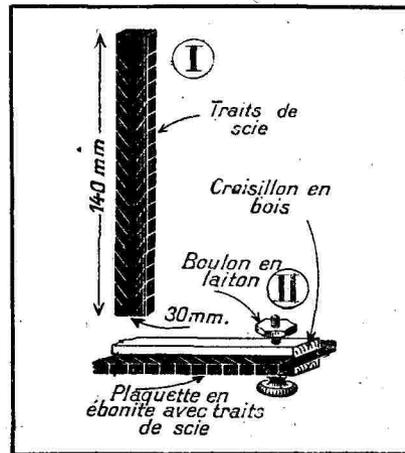

Fig. 2. — Détails d'une plaquette d'ébonite supportant les spires (I) et fixation d'une plaquette sur le cadre (II).
fente exécutée à la scie, de petites plaques d'ébonite maintenues par des boulons en laiton (fig. 2).
140 millimètres de long portent douze traits de scie obliques sur chaque face ; ces traits sont distants de 10 millimètres comme le montre la figure 2 (II).